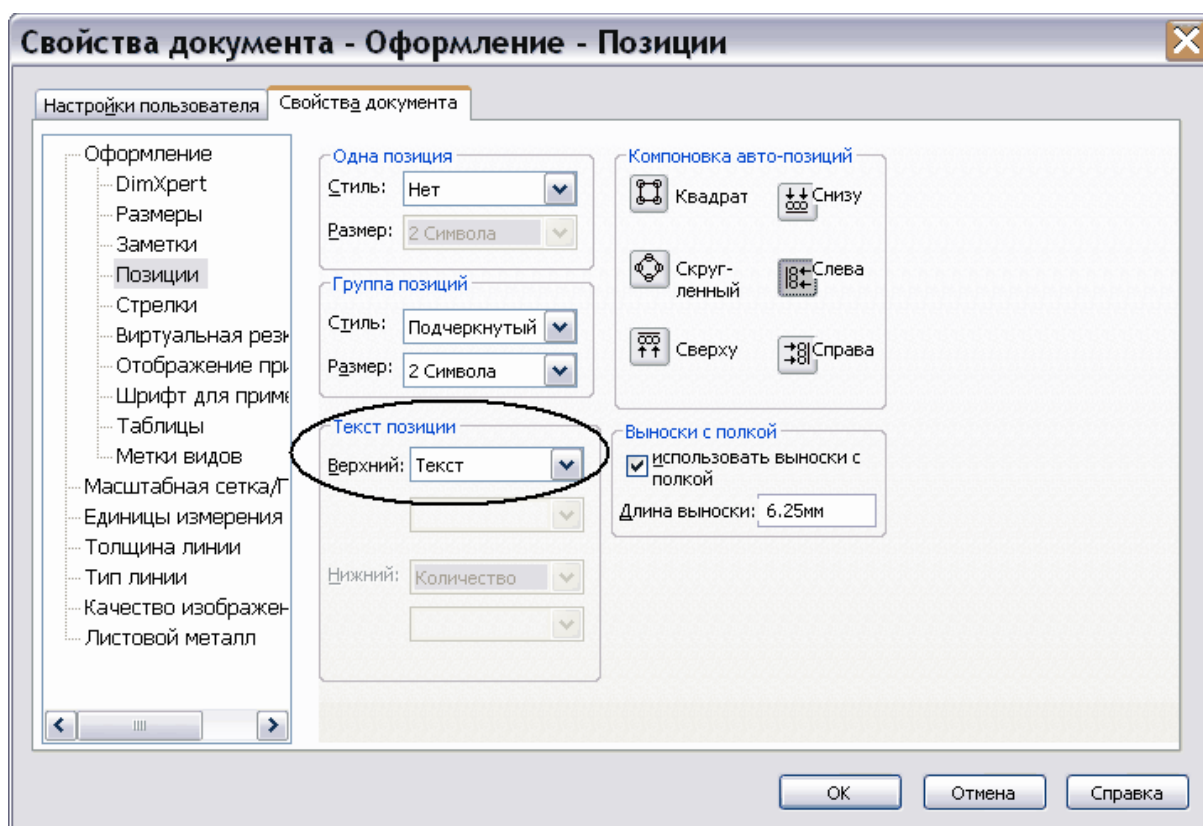

Рис. 87
1. Настройте свойства позиции по умолчанию. Выноски должны быть указаны как текстовые. Для этого в меню **Инструменты** выберите пункт **Параметры**. В открывшемся диалоговом окне перейдите на вкладку **Свойства документа**. В левом столбце выберите **Позиции**. В разделе **Текст позиции** в поле **Верхний** выберите из раскрывающегося списка **Текст** (Рис. 87). Нажмите **Ок**.